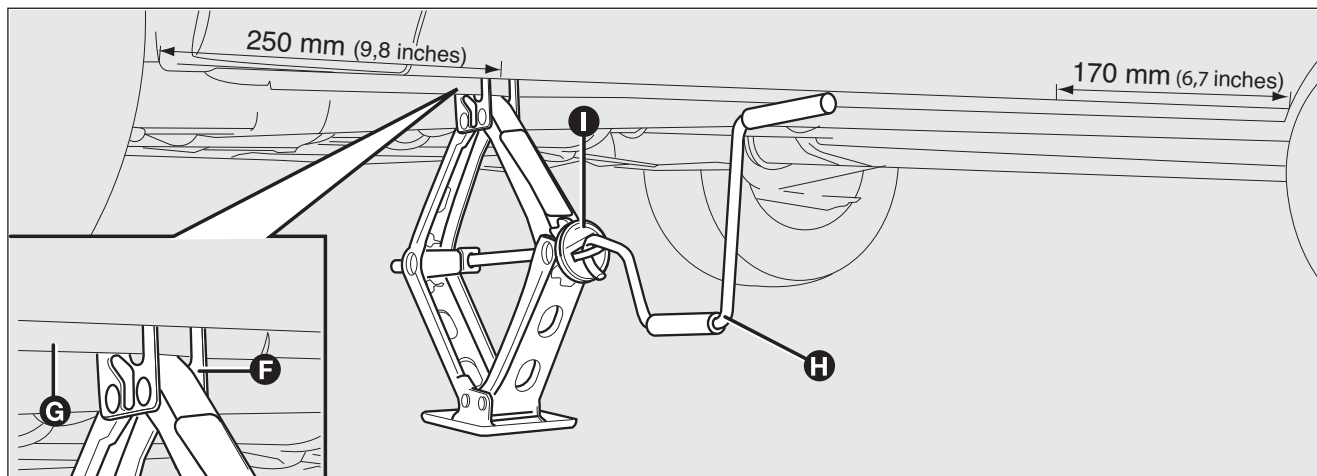

fig. 6
- assicurarsi che la scanalatura **F**-fig. 6 del cric sia ben calzata sull'aletta **G** del longerone;